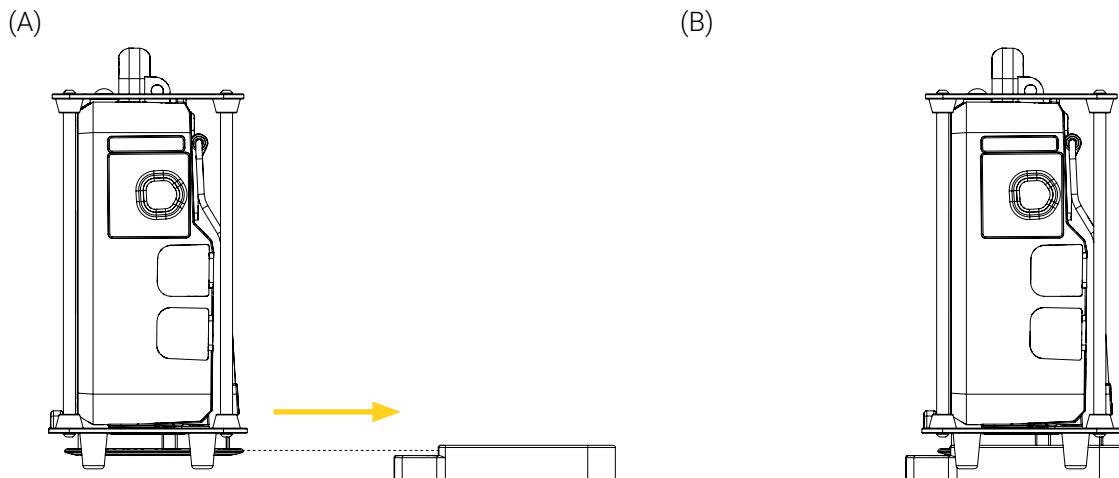

Figure 5: Installation du BP350–FL dans le système de fixation
1. Aligner et insérer le disque situé sous le BP350–FL dans la base horizontalement (Figure 5), jusqu'à ce qu'elle se verrouille. Consulter le guide de l'utilisateur du système de fixation au besoin.